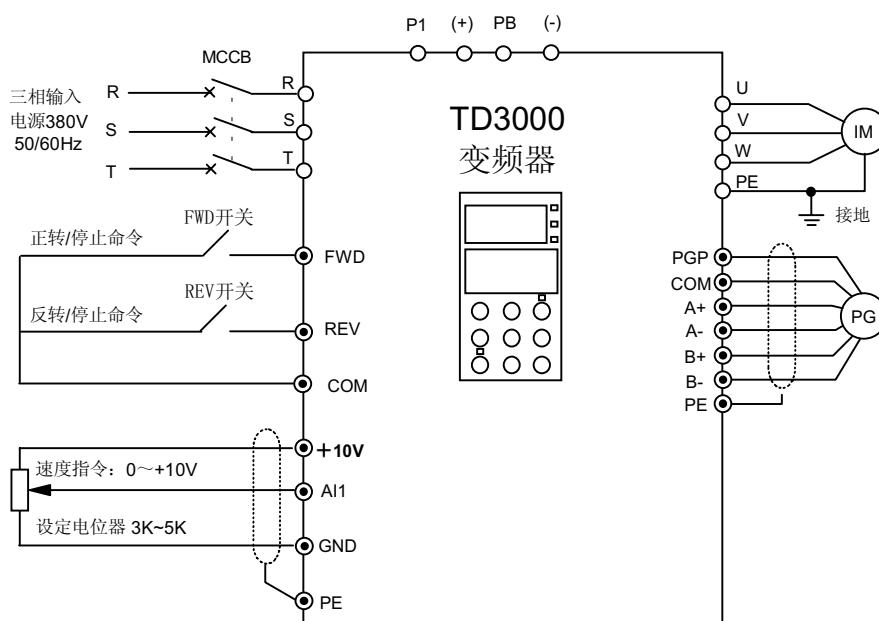

图4-18 基本运行配线图3
(1) 按图 4-18 配线，检查接线正确后，合上 MCCB开关，变频器上电；